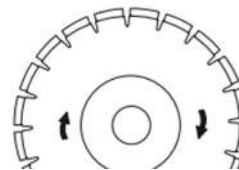

Рис. 9
**ВНИМАНИЕ!** При установке алмазных режущих дисков соблюдайте соответствие вращения вала бензореза с направлением вращения, указанным на диске (рис. 9)